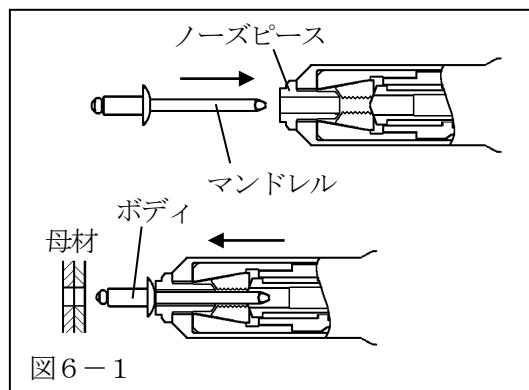

図6-1
- (1) ノーズピースにマンドレルを差し込みリベットを装着した後、母材下穴にリベットのボディを挿入してください。（図6-1）